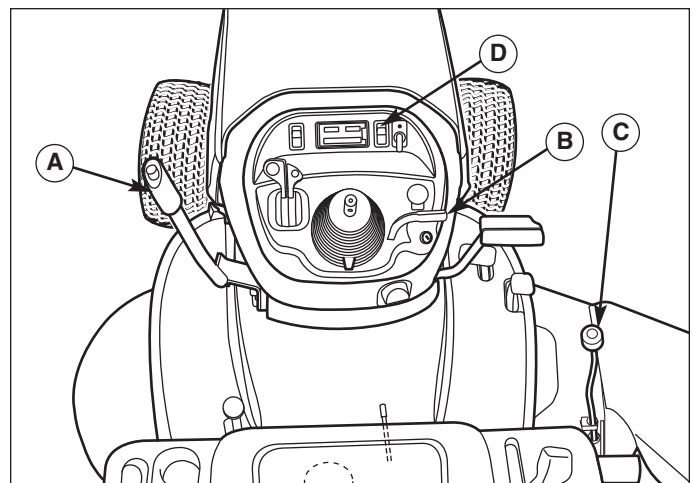

Figure 5. Relever et abaisser la tondeuse
2. Mettre le réglage de hauteur de coupe (B, Figure 5) sur la position la plus basse. Mettre également le levier de relevage sur la position la plus basse. Glisser la tondeuse sous le côté droit du tracteur de façon à ce que l'attelage de la tondeuse s'aligne sur l'attelage avant du tracteur.